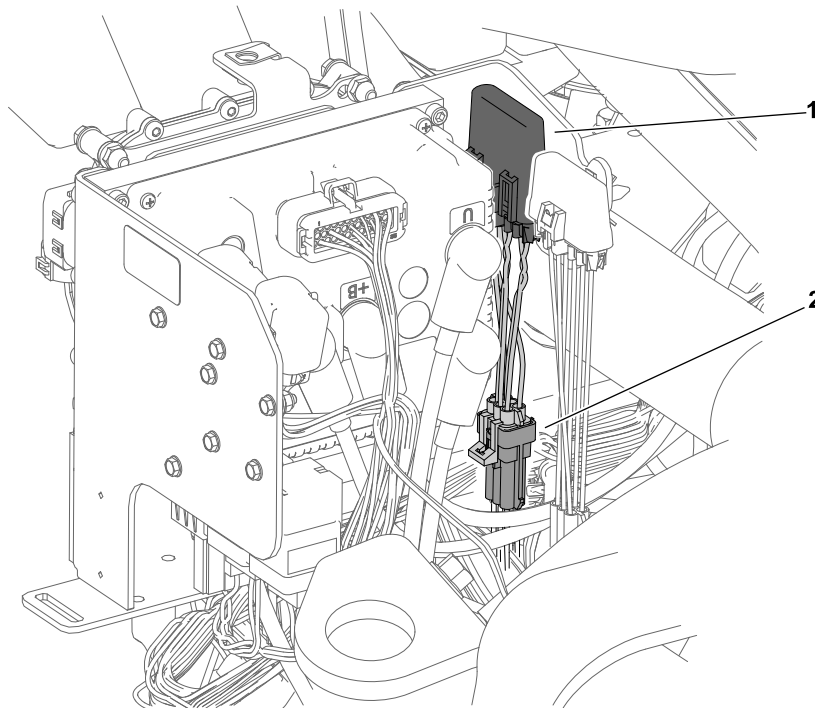

**Bild 44**
- Entfernen Sie die Diode vom Kabelbaumsteckverbinder mit der Bezeichnung P09 (Bild 43) und montieren Sie die Kappe mit Band auf den Steckverbinder (Bild 44).